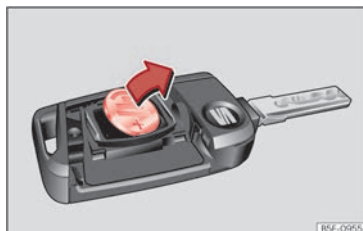

Abb. 47 Fahrzeugschlüssel: Batterie herausnehmen.
- Batterie mit einem geeigneten dünnen Gegenstand aus dem Batteriefach hebeln »» (Abb. 47).
- Drücken Sie eine neue Batterie in das Batteriefach ein »» ①.